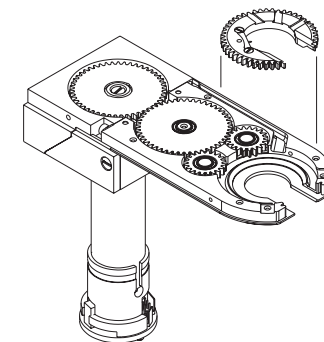

Figure 49 ローターの取り外し
8. ローターを取り外します。**Fig.49**をご参照ください。